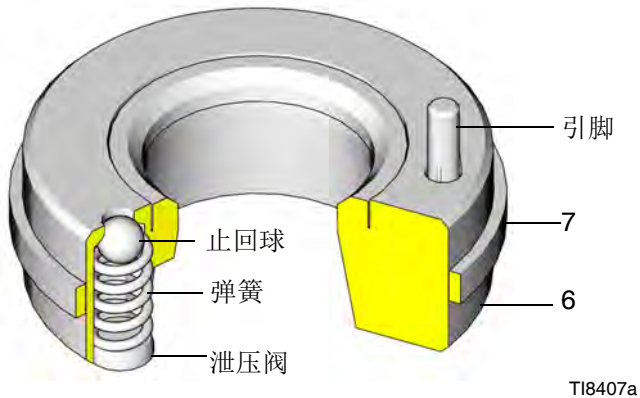

图 2. 配备泄压阀的入口阀座
2. 使用铸造在入口流体壳体 (15) 上的文字作为向导，安装泄压阀入口阀座 (6★) 阀座上的销针（参见图 2）必须指向入口流体壳体 (15)。该销针限定了阀座 (6★) 的位置，确保通气孔不被外套的任何部位堵住。
3. 将不带泄压阀的入口阀座 (33★) 装在入口流体壳体 (15) 的右侧。